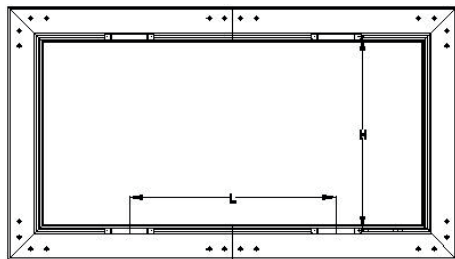
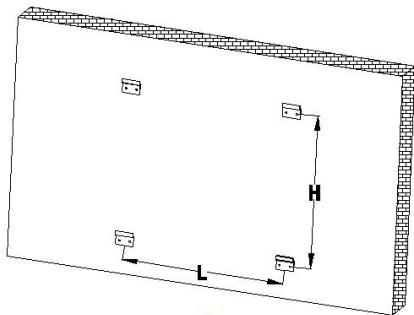

Fig. 14
Fig. 15
Installez deux suspensions murales (I) par barre horizontale de cadre (A). Veillez à ce que les suspensions soient réparties uniformément sur la longueur (selon la figure 14) et se fassent face.
2. Mesurez les distances H et L (voir fig. 14) et reportez-la sur le mur (fig. 15).